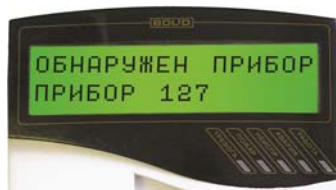

Рисунок 4
3.5.7 В течение 1 мин после включения питания пульт должен показать сообщение об обнаружении устройства с сетевым адресом, соответствующим текущему адресу «С2000-БКИ» (заводской адрес блока 127). На рис. 4 представлен индикатор пульта «С2000М» с соответствующим сообщением.